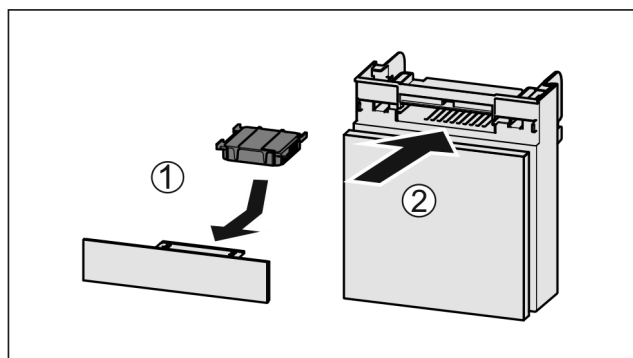

Fig. 187
- Umetnite filter s aktivnim ugljenom kao što je prikazano na slici Fig. 187 (1).
- Umetnite pretinac Fig. 187 (2).